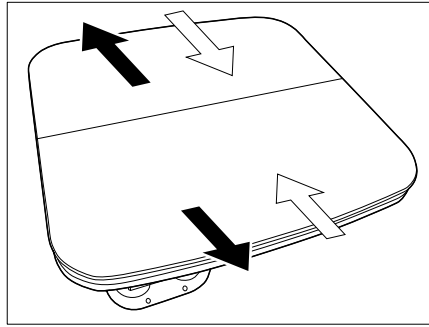

Bild 104 Außenteile auseinander ziehen
- Die Außenteile des Tisches auseinander ziehen (Bild 104 - schwarze Pfeile).
- Die Außenteile des Tisches zusammenschieben (Bild 104 - weiße Pfeile).